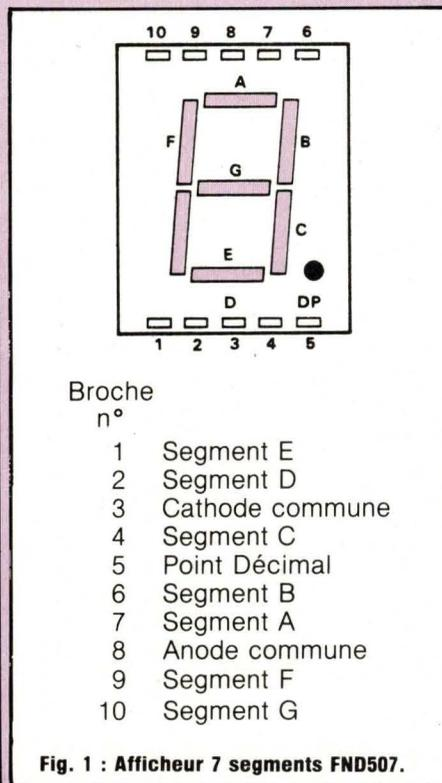

Fig. 1 : Afficheur 7 segments FND507.
**L**es afficheurs sept segments utilisent le principe que tous les nombres compris entre 0 et 9 peuvent être reconstitués à partir d'un ensemble de sept segments dont l'assemblage de base est le chiffre 8 (figure 1). Au niveau technologique, chaque segment est composé d'une diode électroluminescente (DEL) qui s'allume lorsqu'elle est traversée par un courant. Par exemple pour représenter le chiffre 8 les 7 DEL devront être alimentées alors que pour le chiffre 9 seules les DEL (A, B, C, F, G) devront l'être.